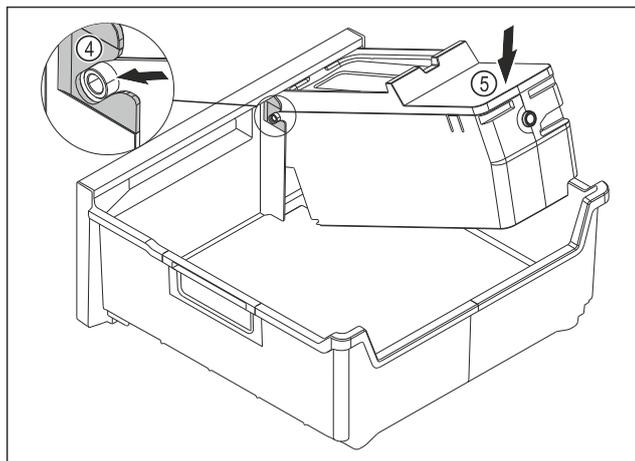

Fig. 149
- ▶ 安装 EasyTwist-Ice 机身：将 EasyTwist-Ice 机身的轴推入到导向装置 Fig. 149 (4)中。
- ▶ 朝下按压 EasyTwist-Ice 机身 Fig. 149 (5)后部。